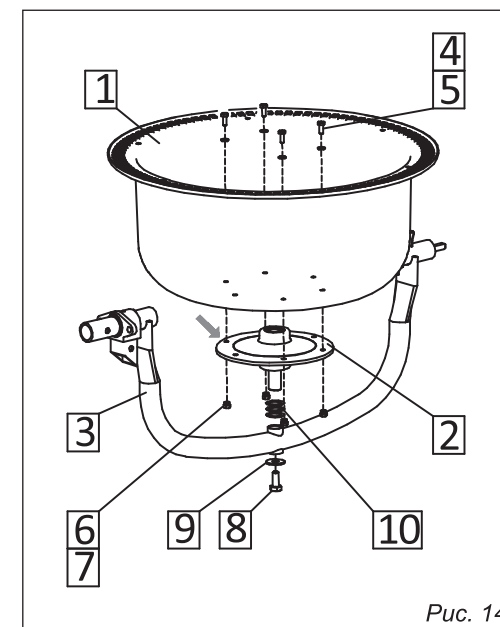

Рис. 14
13.1. Замена дна ёмкости (рис. 14)